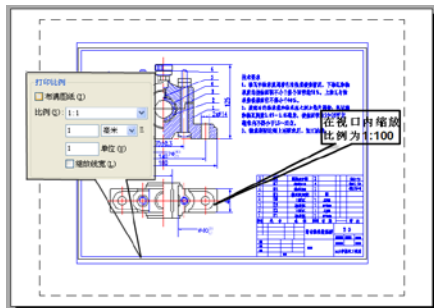

图 12-32 居中打印
- 方法二：在图纸空间中使用视口控制比例，然后按照 1:1 打印，如图 12-32 所示。